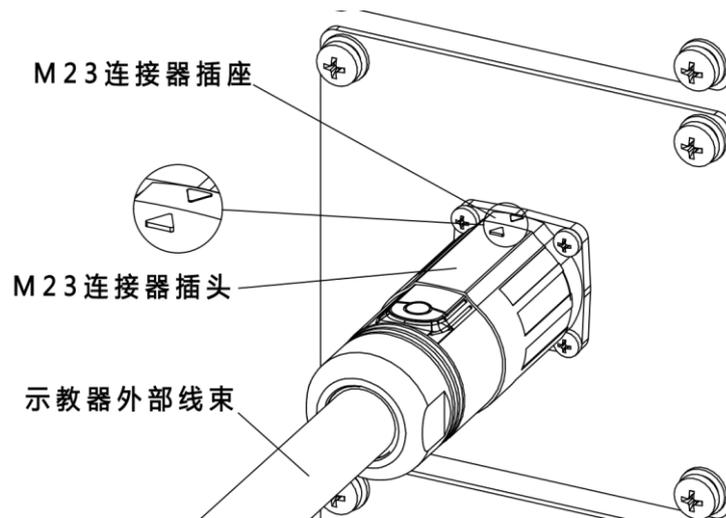

图 10-8 示教器连接接口
- 步骤1. 示教器连接接口采用快插式连接器连接。将示教器外部线束的 M23 连接器插头上的三角符号与 M23 连接器插座上的三角符号对齐 (如图 10-8 中的放大图), 推入插头, 并顺时针旋转 45 度, 使其与插座卡紧。